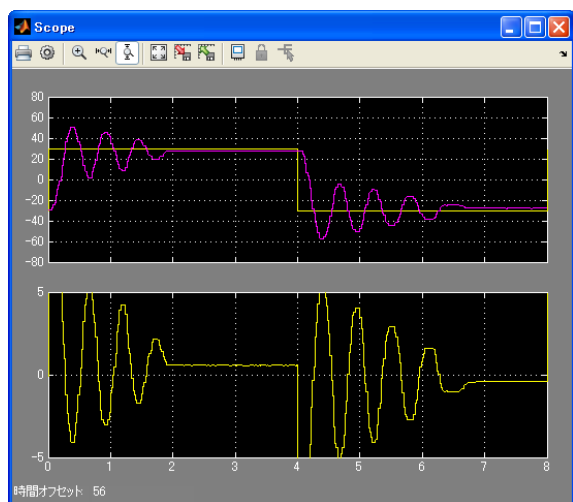

図7 実験中の波形
- iii. `Kd_id` の値は応答が多少振動的になるように設定する。振動的ではない応答にすると、非線形摩擦の影響で出力応答が途中で止まってしまう。図 7 のような応答が得られれば良い。問題がなければ試行回数を `Ncyc=8` 程度にしてステップ応答実験を行う。